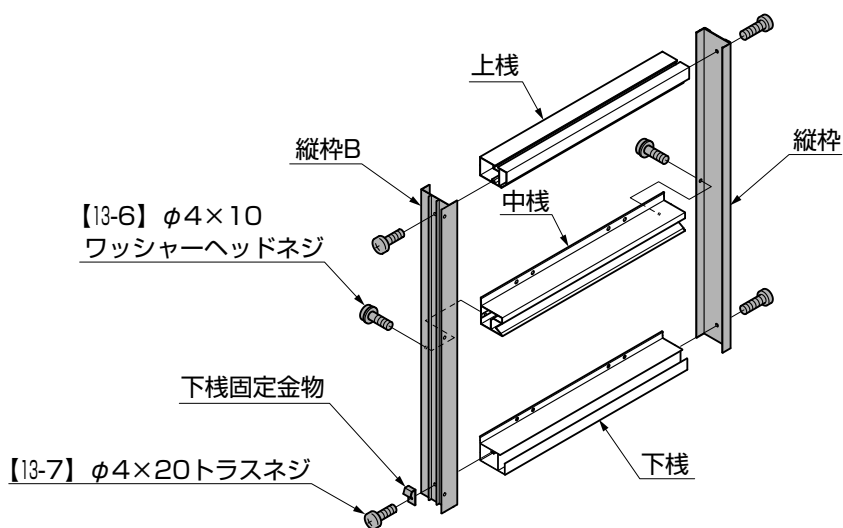

図3-1
- ①上栈、中栈、下栈、縦枠、縦枠B、下栈固定金物を【13-6】、【13-7】で組立ててください。(図3-1参照)